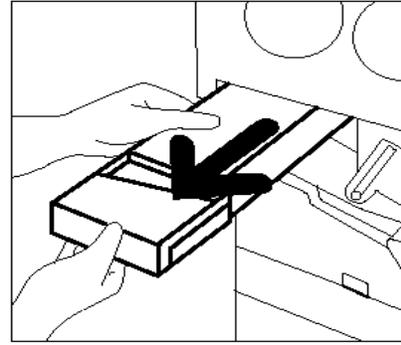

Abb. 16: Gebrauchten Tonersammelbehälter herausnehmen
- 4** Den Tonersammelbehälter mit der rechten Hand anfassen (s. Abb. 16) und herausnehmen.